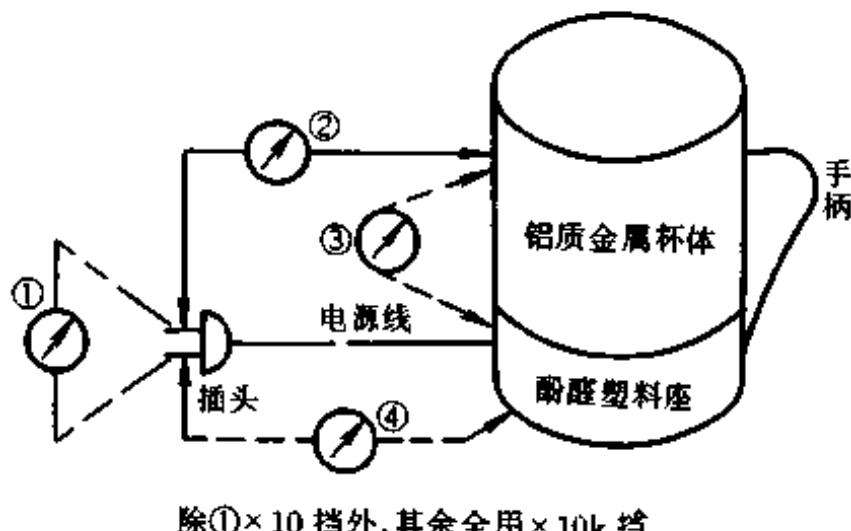

图 219
检测分三步。第一步用万用表“ $\times 10$ ”挡测电源线插头两端电阻（图 219①），应为上述值。第二步测电热丝与金属杯体间绝缘电阻（图 219②）。用万用表“ $\times 10\text{k}$ ”挡，表笔接插头与杯体，其值应为 ∞ 。第三步测底座与杯体间绝缘（图 219③）、底座与插头间绝缘（图 219④），仍用“ $\times 10\text{k}$ ”挡，示值均应为 ∞ 。若指针略偏转有一定电阻，则绝缘不好。其原因是，虽然底座由绝缘的酚醛塑料构成，但长期使用高温老化变质或汤水溢出污染，影响了绝缘性能。